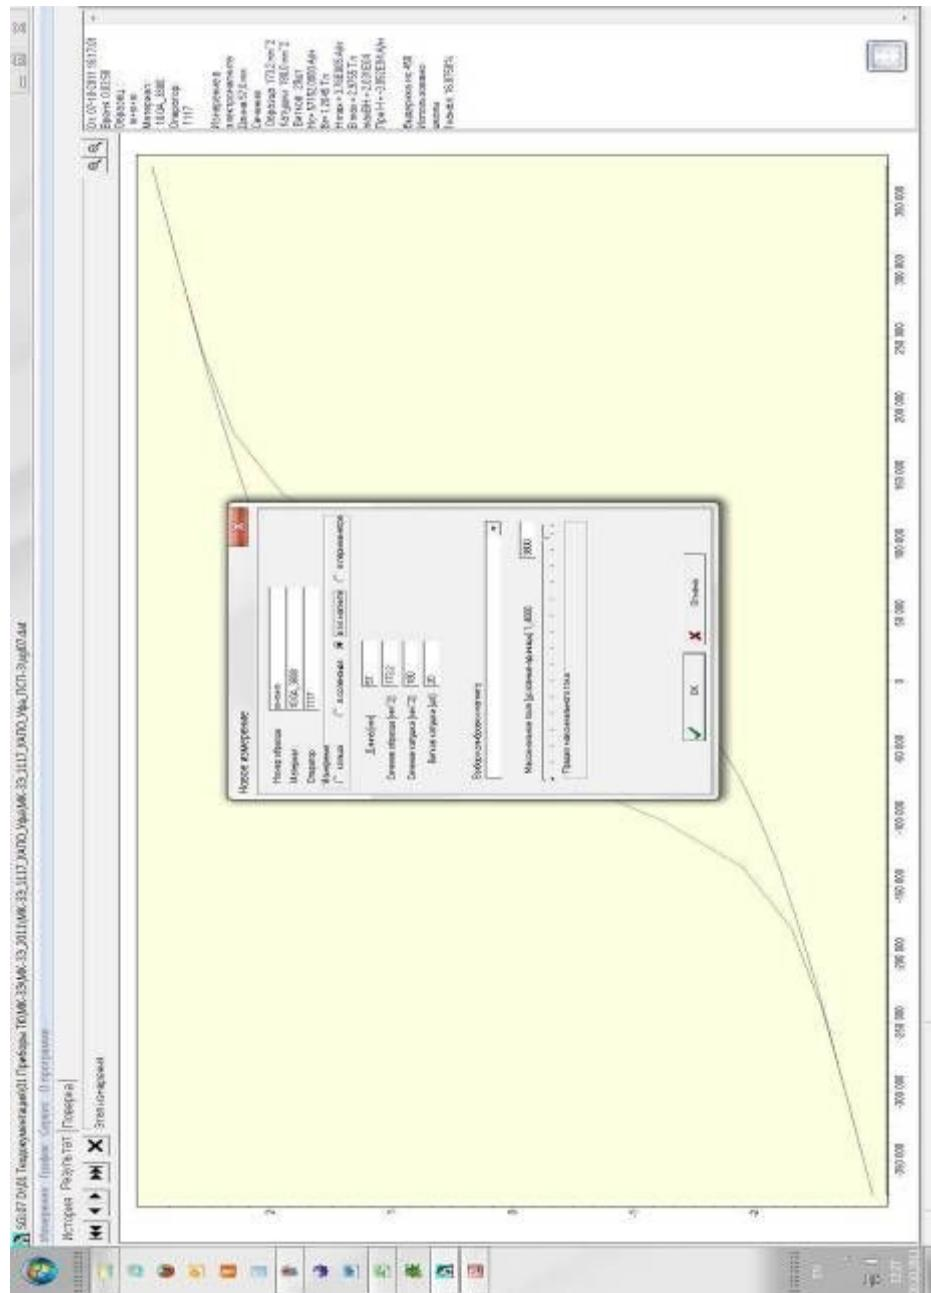

Рис.7 Окно "Новое измерение\Измерение в электромагните"
- 2.3...11 Открыть окно "Измерение\Новое измерение" и поставить флажок в окошке "Измерение в электромагните" (рис.7).